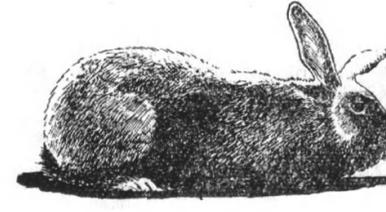

Рис. 4. Венский голубой
**Венский голубой** (рис. 4). У кроликов этой породы мех сизо-голубого цвета, плотный и густой, средней длины. Глаза серо-голубые. Породы венских голубых кроликов выведена в конце прошлого века в Австрии, в пригородах Вены. В Советский Союз венские голубые кролики завезены в 1927—1929 годах. Они хорошо привыкли к новым климатическим условиям и получили у нас широкое распространение.